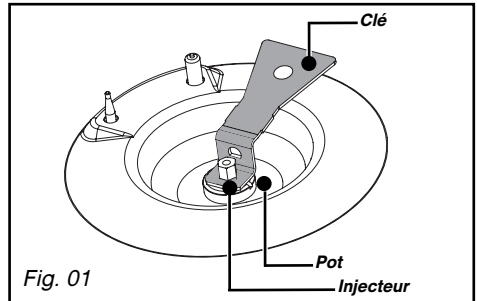
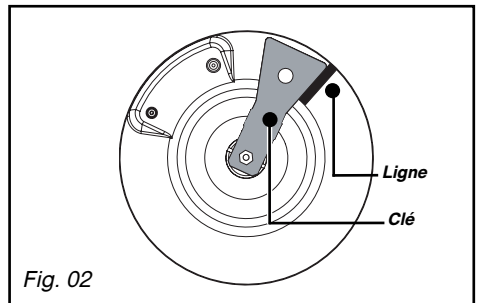

Fig. 01
Fig. 02
– Pour assurer l'étanchéité entre le carter et le plan de travail, collez le joint mousse **sur le pourtour extérieur du carter** (Fig. 02).
– Vous pouvez immobiliser, si vous le désirez, la table au moyen de pattes de fixation livrées avec leur vis (Fig. 02) se fixant aux coins du carter. **Utilisez impérativement les trous prévus à cet effet suivant le dessin ci-dessus (Fig. 01).**
– **Raccordement avec un tube flexible métallique** (inox) **onduleux à embouts mécaniques** vissables (conforme à la norme NF D 36-125) dont la durée de vie est illimitée (Fig. 01).
– **Raccordement avec un tuyau flexible** caoutchouc renforcé **à embouts mécaniques** vissables (conforme à la norme XP D 36-112) dont la durée de vie est de 10 ans (Fig. 02).
- Dévissez à l'aide de la clé fournie les injecteurs situés dans le fond de chaque pot et ôtez-les (Fig. 01).
- Tracez une ligne sur la plaque d'âtre à l'aide d'un crayon à l'endroit indiqué (Fig. 02).